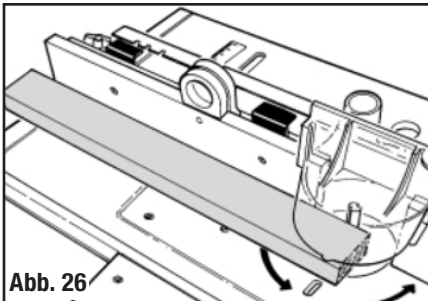

Abb. 26
- Richten Sie mithilfe eines Anschlagwinkels die Rückseite der MDF-Anschlagsleiste auf die Fräterschneide aus (siehe Abb. 26) und beginnen Sie dann den Frässchritt.